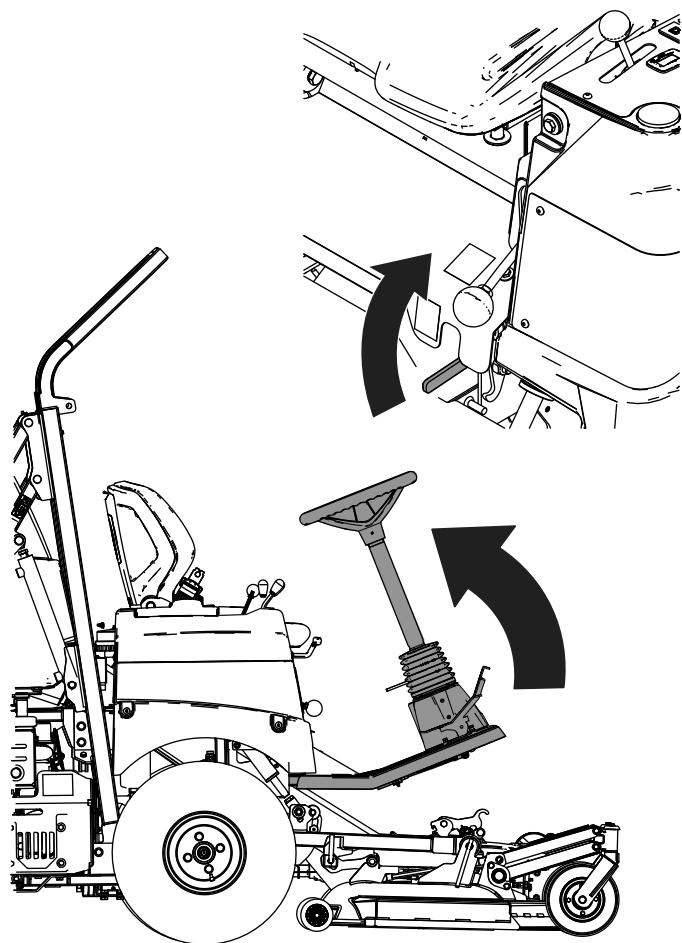

図 87
7. 運転台上に跳ね上げて、ロックレバーをはめる (図 87)。